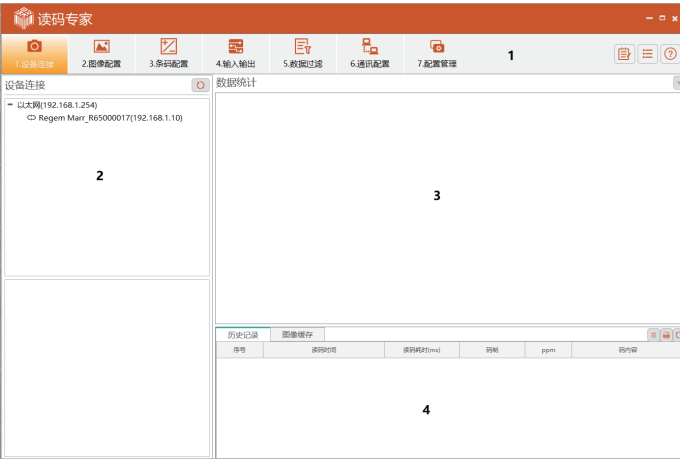

图 2-5 设定软件主界面
1、设定软件主界面介绍如图 2-5 所示，各功能模块介绍详情见表 2-1。